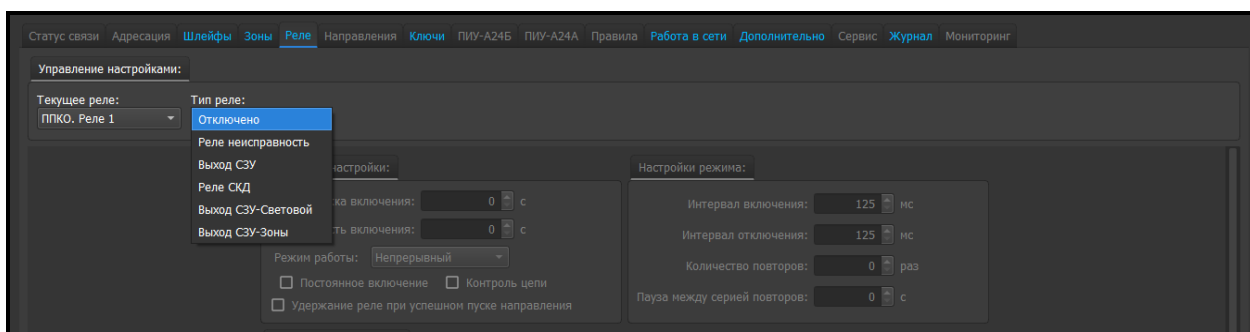

Рис. 39. Скриншот окна выпадающего меню «Тип реле»
4.4.1 Выбор типа реле (см. рисунок 39)